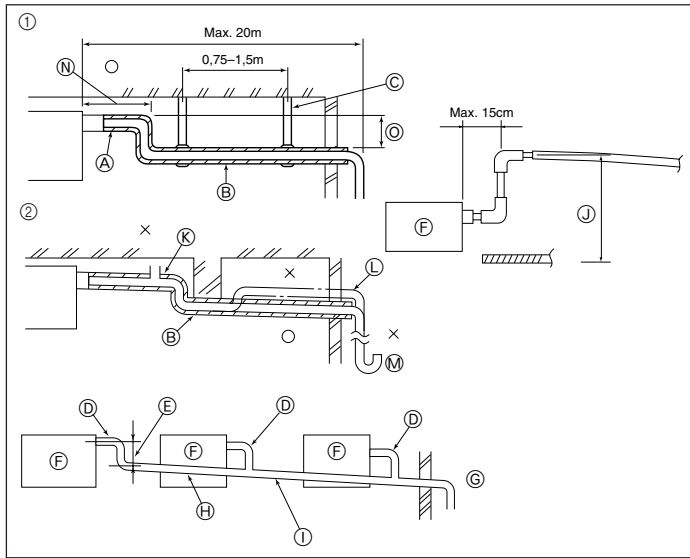

Fig. 3-4
- ① Tubagem de gás ⑤ Aperte a tampa do tubo contra a chapa metálica
- ② Tubagem de líquidos ⑥ Material de isolamento térmico da tubagem de refrigerante
- ③ Banda ④ ⑦ Envolva apertadamente.
- ④ Tampa do tubo ③ ⑧ Corte o excesso de comprimento da banda.
- ⑤ Vire a costura para cima.
3.3. Trabalho de tubagem de drenagem (Fig. 3-4)
- ① Tubagem correcta ⑩ Respiradouro
- ② Tubagem errada ⑪ Levantado
- ③ Isolamento (9 mm ou mais) ⑫ Sifão de odor
- ④ Inclinação descendente (1/100 ou mais) ⑬ Tornar o mais pequeno possível.
- ⑤ Suporte de metal ⑭ Tornar o maior possível (aprox. 10 cm)